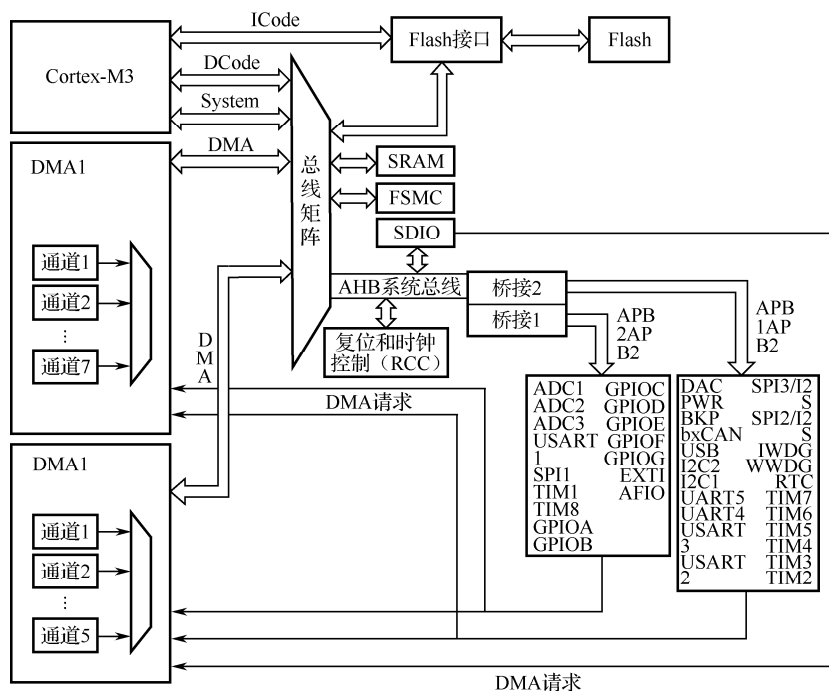
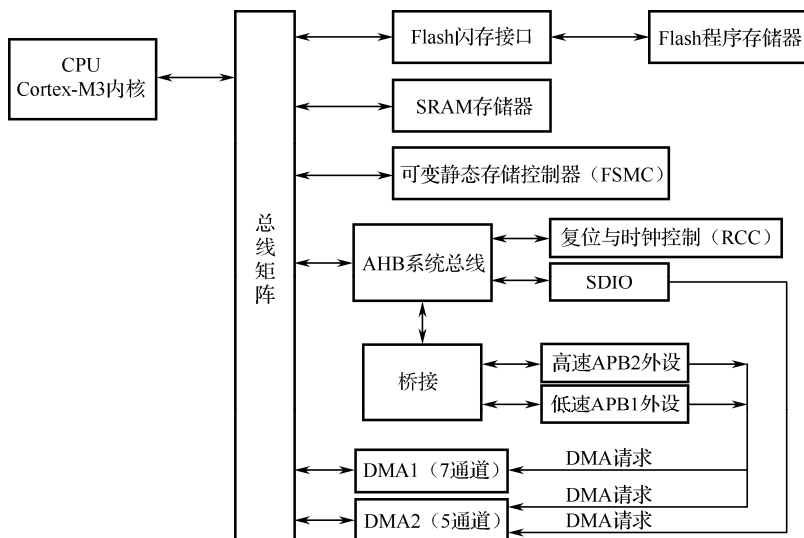

图 1.1 STM32F10X 系统结构图
图 1.2 STM32F10X 系统结构简化图
根据 ST 的官方手册，STM32F10X 的系统结构图如图 1.1 所示。
为更加简明地理解 STM32 单片机的内部结构，对图 1.1 进行抽象简化后得到图 1.2，这样对初学者的学习理解会更加方便些。
现结合图 1.2 对 STM32 的基本原理做一简单分析，主要包括以下内容。
(2) 可将 Cortex-M3 内核视为 STM32 的“CPU”，程序存储器、静态数据存储器、所有的外设均通过相应的总线再经总线矩阵与之相接。Cortex-M3 内核控制程序存储器、静态数据存储器、所有外设的读写访问。
(3) STM32 的功能外设较多，分为高速外设、低速外设两类，各自通过桥接再通过 AHB 系统总线连接至总线矩阵，从而实现与 Cortex-M3 内核的接口。两类外设的时钟可各自配置，速度不一样。具体某个外设属于高速还是低速，已经被 ST 明确规定，可参阅图 1.1 标示的信息。所有外设均有两种访问操作方式：一是传统的方式，通过相应总线由 CPU 发出读写指令进行访问，这种方式适用于读写数据较小、速度相对较低的场合；二是 DMA 方式，即直接存储器存取，在这种方式下，外设可发出 DMA 请求，不再通过 CPU 而直接与指定的存储区发生数据交换，因此可大大提高数据访问操作的速度。
(4) STM32 的系统时钟均由复位与时钟控制器 RCC 产生，它有一整套的时钟管理设备，由它为系统和各种外设提供所需的时钟以确定各自的工作速度。